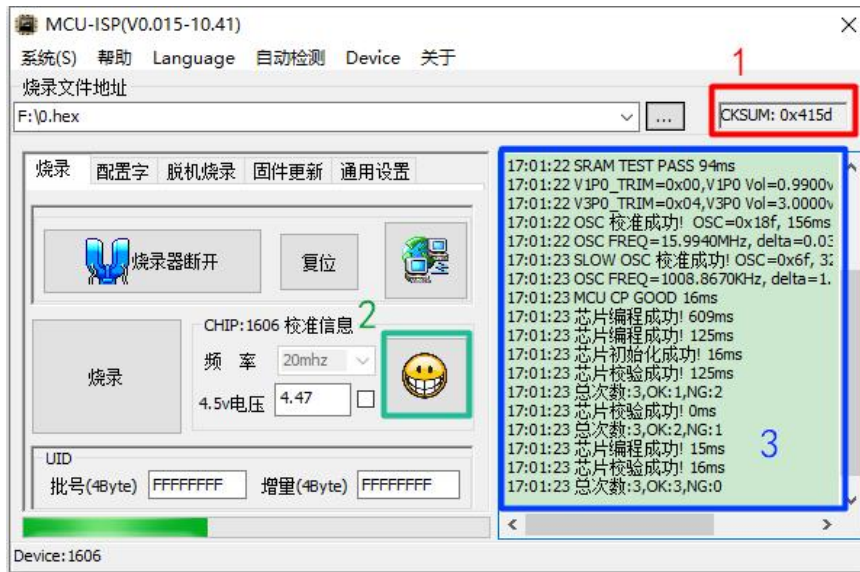

图 23. 在线烧录结果
2.3.2.6: 烧录前结果：正常情况下，烧录结束后，界面如图 23 所示。红框 1 显示的是当前 HEX 文件的校验码；绿框 2 显示本次烧录的结果，OK 为  图标，NG 为  图标；